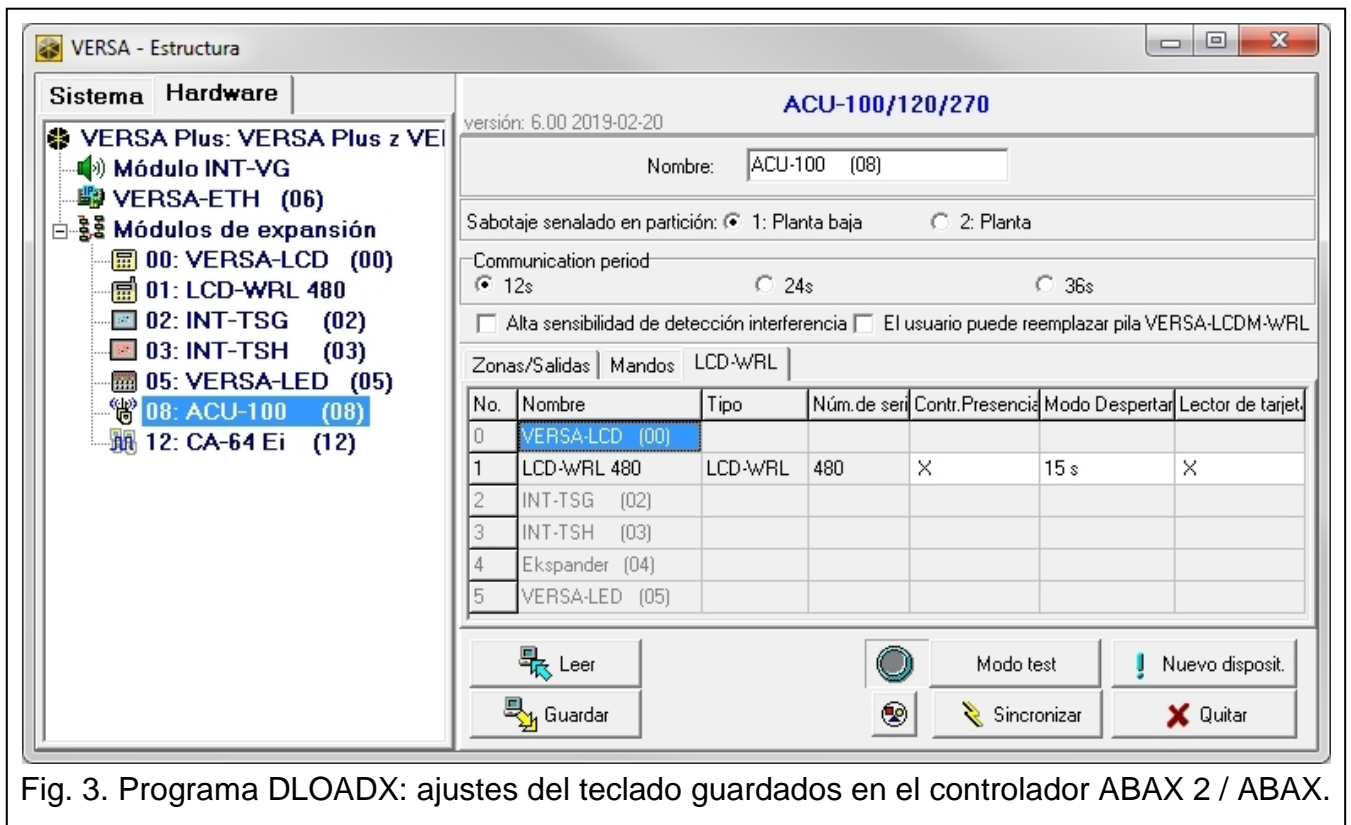

Fig. 3. Programa DLOADX: ajustes del teclado guardados en el controlador ABAX 2 / ABAX.
Puedes agregar los teclados inalámbricos en la ventana «VERSA – Estructura» en la pestaña «Equipo» al hacer clic en la lista de los dispositivos del controlador ABAX 2 / ABAX y luego en la pestaña «LCD-WRL» (fig. 3 p. 7).
Puedes eliminar los teclados inalámbricos en la ventana «VERSA – Estructura» en la pestaña «Equipo» al hacer clic en la lista de los dispositivos del controlador ABAX 2 / ABAX y luego en la pestaña «LCD-WRL» (fig. 3 p. 7).
- programa DLOADX: →ventana «VERSA – Estructura» →pestaña «Equipo» →rama «Módulos de expansión» →[nombre del controlador] →pestaña «LCD-WRL » (fig. 3),